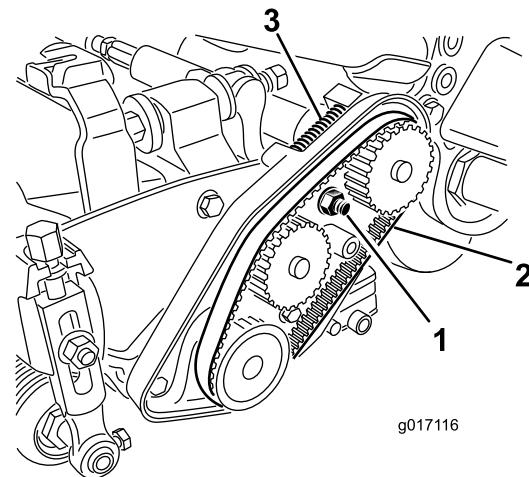

Рисунок 17
3. Ослабьте гайку корпуса подшипника (Рисунок 17).
5. Снимите ремень (Рисунок 17).
- Убедитесь, что на ремень воздействует усилие от пружины сжатия (Рисунок 17).